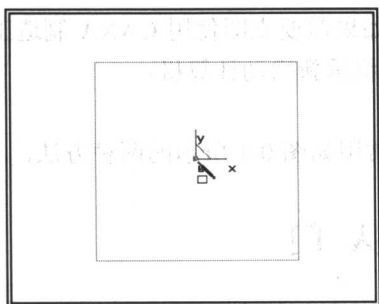

图 0-4 绘制矩形
(3) 移动光标到屏幕中心的 XOY 坐标原点位置, 待光标提示由变为时, 单击鼠标左键确定, 绘制以原点为中心、120×120 的矩形, 如图 0-4 所示。点击鼠标右键, 退出矩形绘制命令。